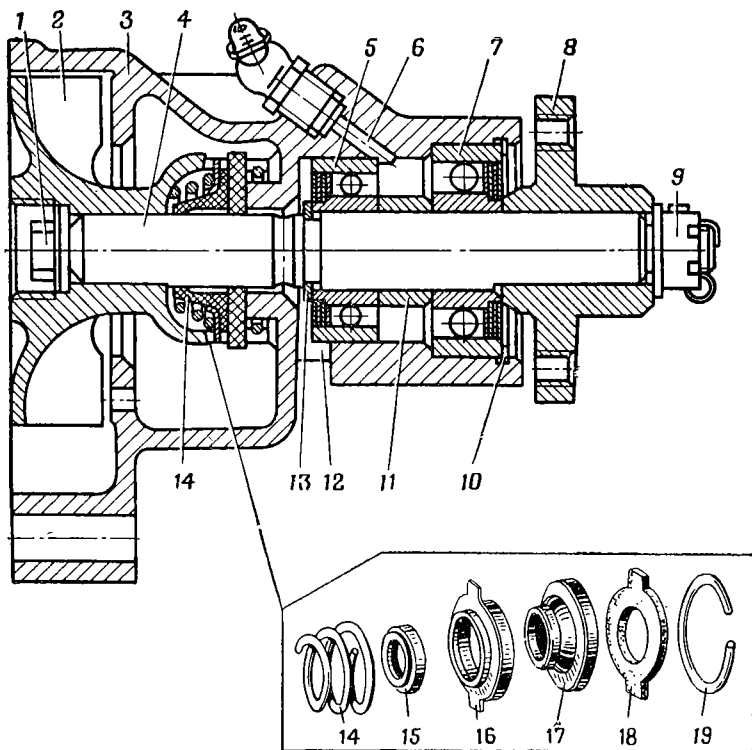
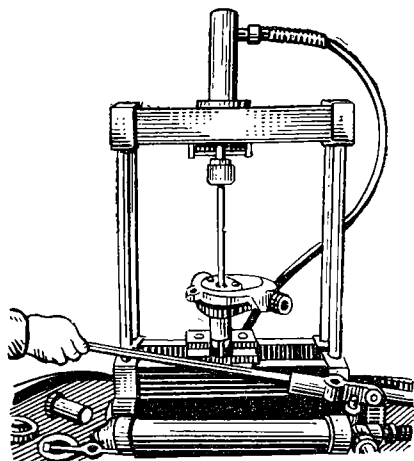

Рис. 38. Водяной насос:
Рис. 40. Выпрессовка валика водяного насоса с помощью гидравлического пресса ГП-20
1. Вывернуть болт 9 (рис. 38), снять плоскую и пружинную шайбы и спрессовать ступицу 8 вентилятора с валика 4.
4. Вынуть из ступицы крыльчатки 2 (рис. 38) кольцо 19, текстолитовую шайбу 18, манжету 17, наружную обойму 16, внутреннюю обойму 15 и пружину 14 сальника.
5. Вынуть стопорное кольцо 10 и выпрессовать, как показано на рис. 40, валик 4 (рис. 38) в сборе с шарикоподшипниками 5 и 7 в сторону вентилятора.
1. Установить на валик 4 (рис. 38) замочное кольцо 13. Напрессовать на валик шарикоподшипник 5, надеть распорную втулку 11 и напрессовать шарикоподшипник 7.